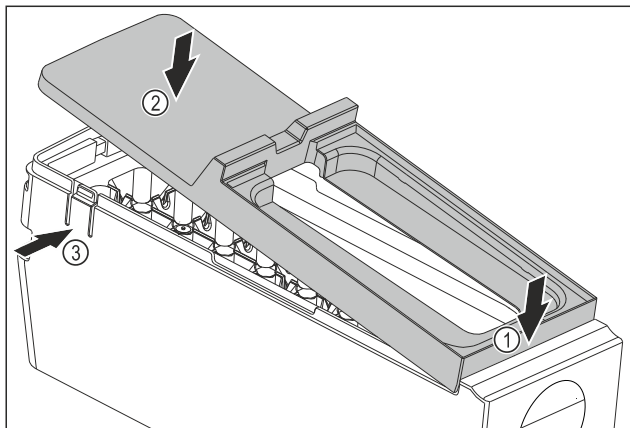

Fig. 159
- ▶ Abdeckung des EasyTwist-Ice-Korpus montieren: Abdeckung vorne ansetzen. Fig. 159 (1)
- ▶ Abdeckung hinten absenken. Fig. 159 (2)
- ▶ Abdeckung rastet hörbar in beiden Laschen Fig. 159 (3) ein.